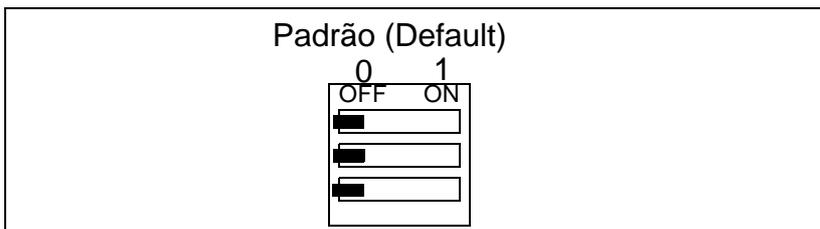

Figura 4-3 Seleção do Modo Padrão pela chave S1.
- Padrão, veja Figura 4-3, Tabela 4-1 e Tabela 4-2
- Padrão 2, veja Figura 4-3, Tabela 4-3 e Tabela 4-4